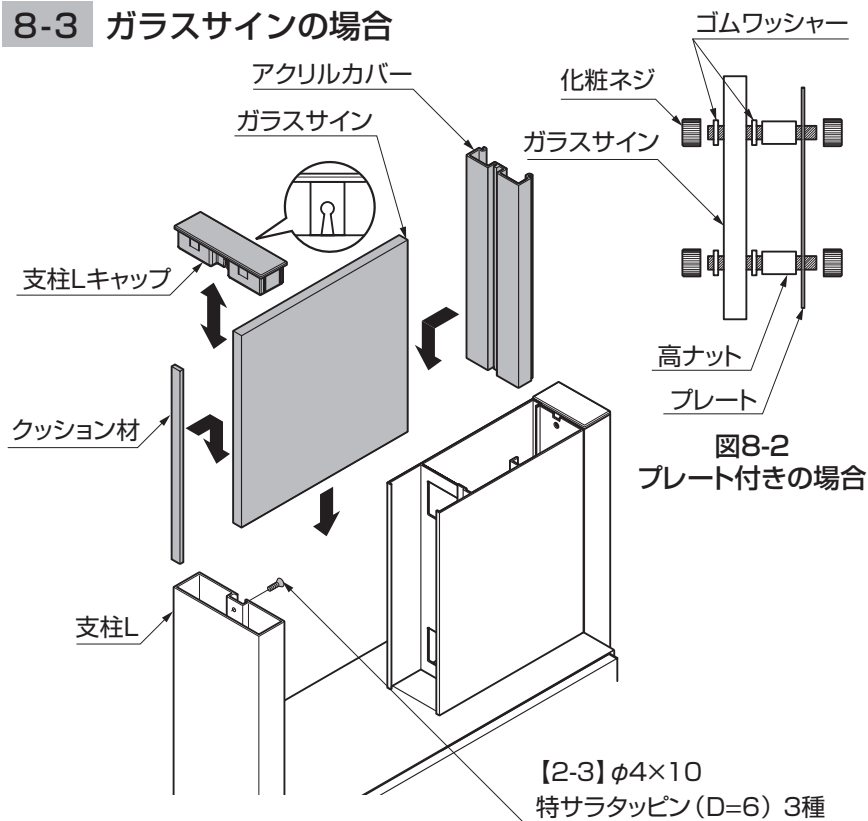

図8-2
- プレート付きの場合、図8-2を参照し、プレートをガラスサインに固定してから取付けてください。